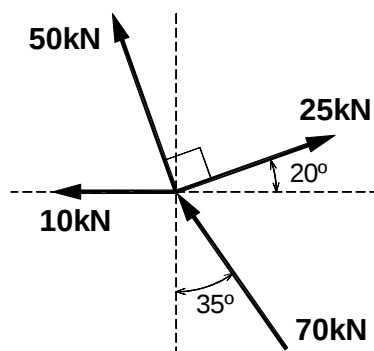
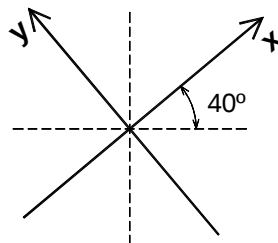

Figura 1
Figura 2
- 1- Considere o sistema de forças aplicado num ponto representado na *figura 1* e os sistemas de eixos (x,y) das *figuras 2* e *3* ($x \perp y$).
- Substitua o sistema de forças da *figura 1* por outro equivalente composto por duas forças com a direcção dos eixos (x,y) da *figura 2*.
- Substitua o sistema de forças da *figura 1* por outro equivalente composto por duas forças com a direcção dos eixos (x,y) da *figura 3*.
- Determine a resultante do sistema de forças representado na *figura 1*.
- Caracterize completamente a força que actuando conjuntamente com o sistema representado na *figura 1*, conduz ao equilíbrio do ponto.
- Determine a força F que actuando conjuntamente com o sistema representado na *figura 1*, torna o novo sistema (forças da *figura 1* + F) equivalente a uma força horizontal ($\leftarrow$) de 60 kN.
- Considere um sistema constituído por uma força F actuando conjuntamente com as forças de 25 kN e 70 kN representadas na *figura 1*.
- Determine a menor força F que conduz a uma resultante com a direcção do eixo y da *figura 2*.